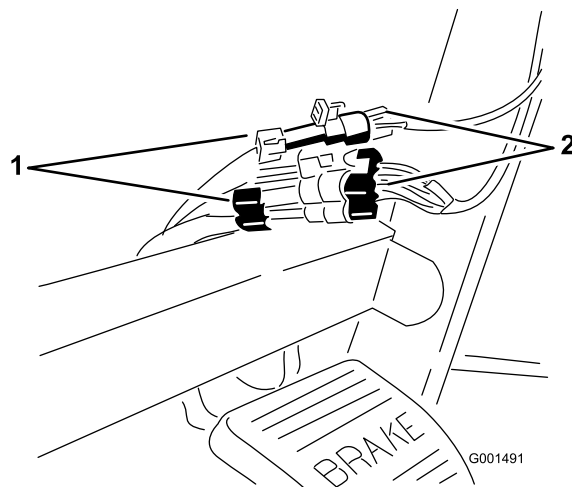

図 7
7. スプレープロの電気コードのコネクタを、ダッシュボード下にあるコネクタに接続する (図 7)。